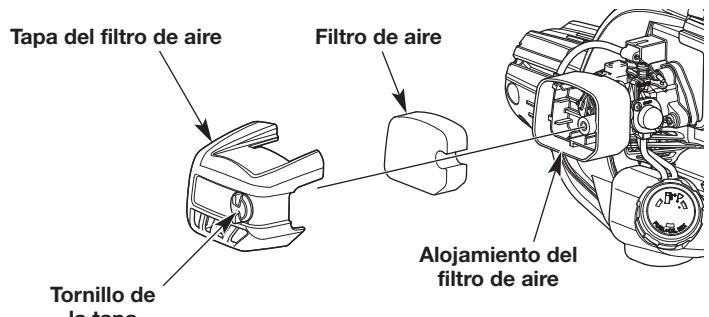

Fig. 21
- Abra la tapa del filtro de aire para lo cual debe aflojar el tornillo de la tapa (Fig. 21).
- Extraiga el filtro de aire de su alojamiento (Fig. 21).
- Vuelva a instalar el filtro de aire en su alojamiento (Fig. 21).